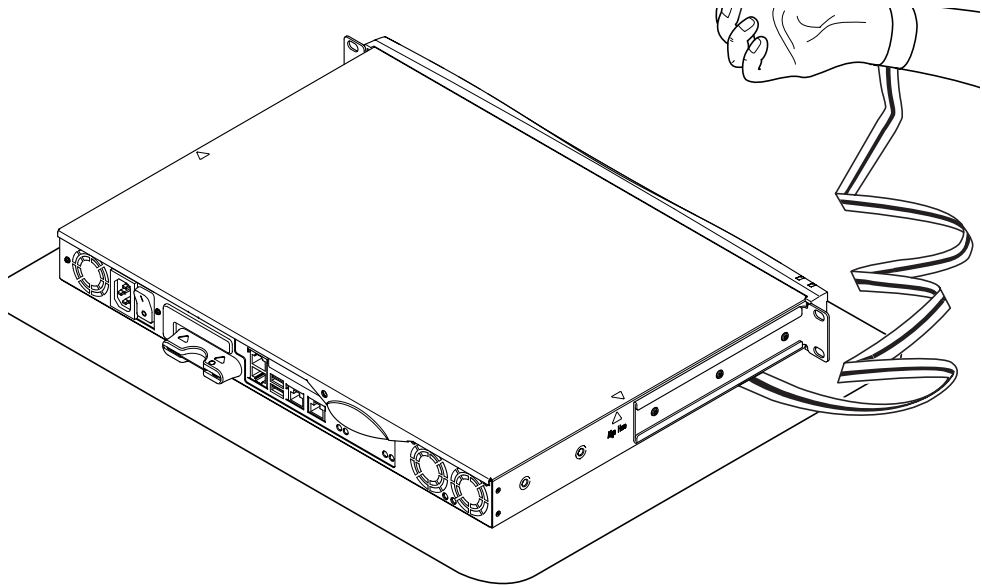

FIGURA 8-2 Utilización de la muñequera antiestática de un solo uso que se proporciona con el sistema
Precaución: El sistema contiene piezas electrónicas que son extremadamente sensibles a la electricidad estática. No toque ninguna pieza metálica. Coloque el sistema sobre una almohadilla para descargas electrostáticas (ESD) (consulte la FIGURA 8-2). Utilice la muñequera antiestática de un solo uso que se proporciona con el sistema y sujétela a la base metálica del sistema antes de tocar los componentes internos.
1. Sitúe la unidad en una superficie ESD y coloque la muñequera antiestática (consulte la FIGURA 8-2).
1. **Sitúe la unidad en una superficie ESD y coloque la muñequera antiestática (consulte la FIGURA 8-2)**
1. **Sitúe la unidad en una superficie ESD y coloque la muñequera antiestática (consulte la FIGURA 8-2).**